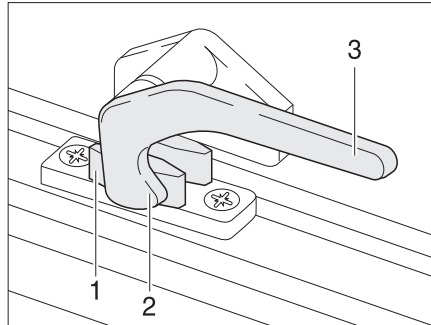

Fig. 8 Leva di serraggio in posizione "Chiuso"
- Ruotare la leva di serraggio (Fig. 8,3) di un quarto di giro verso il centro della finestra.
- Ruotare la leva di serraggio (Fig. 8,3) di un quarto di giro verso il telaio della finestra. Il nasello di chiusura (Fig. 8,2) si trova sul lato interno della chiusura della finestra (Fig. 8,1).
- In posizione "Completamente chiusa" (Fig. 8)